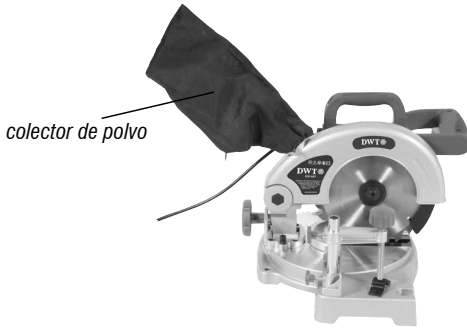

Fig. 7 – Colector de polvo
- Abre la boquilla del colector de polvo (1) (fig. 7).